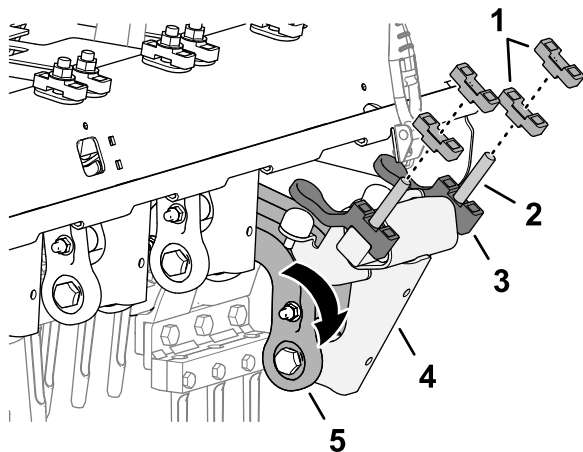

**Figura 132**
1. Scoateți cele 2 contrapiuli cu guler care fixează arborele amortizorului Roto-Link pe cadrul din spate al mainii (Figura 132).